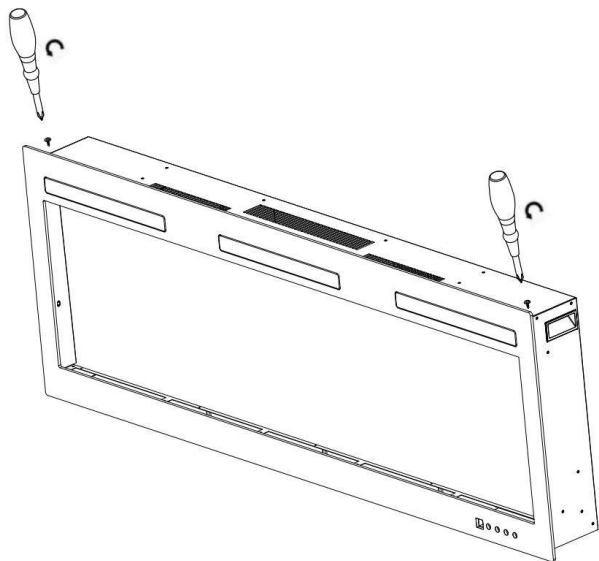

Fig. 1-1
A. Quite los tornillos de ambos lados.(Fig. 1-1)